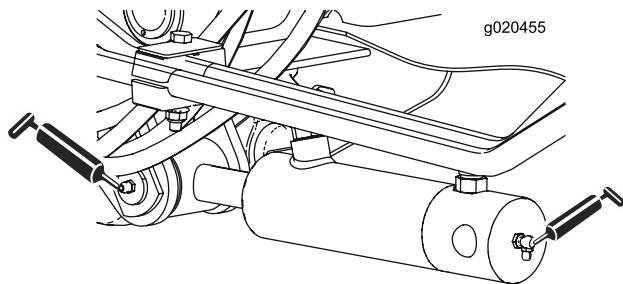

Рисунок 47
- Втулки цилиндров подъемных рычагов (2 шт. с каждой стороны) (Рисунок 47)